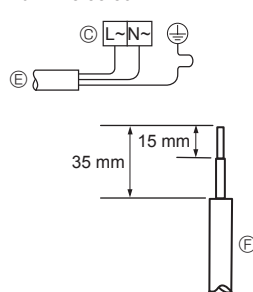
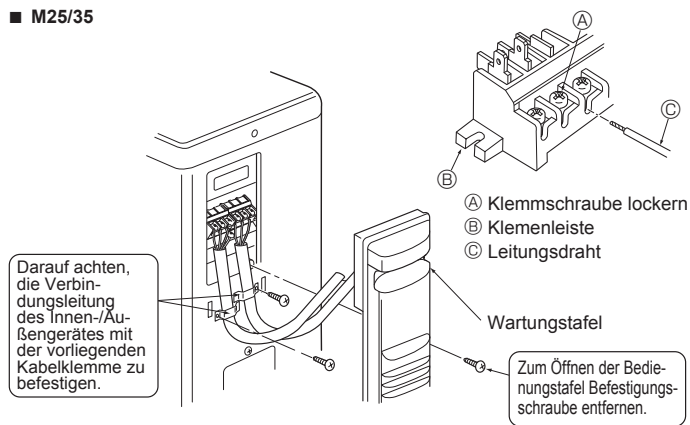
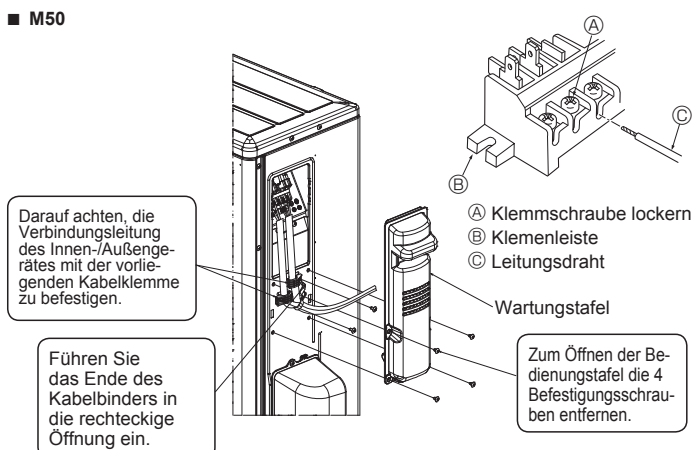
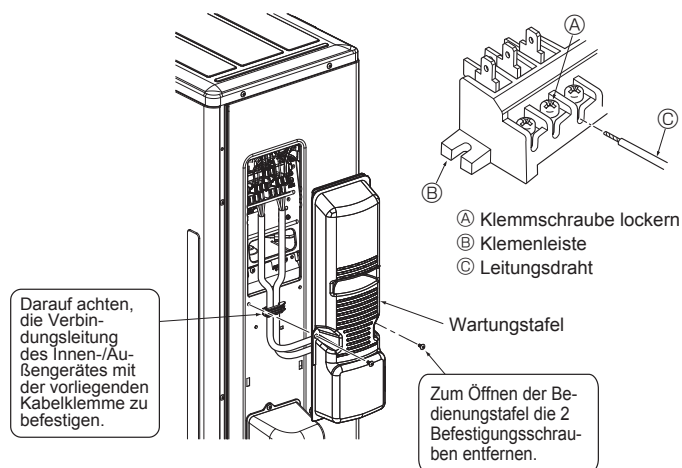

Fig. 6-2
Fig. 6-3
Fig. 6-4
Fig. 6-5
6.1. Außeneinheit (Fig. 6-1, Fig. 6-2, Fig. 6-3, Fig. 6-4, Fig. 6-5)
- ① Die Wartungstafel entfernen.
- Verdrahtung wie in der Abbildung links unten dargestellt vornehmen. (Kabel ist vor Ort zu beschaffen) (Fig. 6-2)
- (A) Anschlußkabel
- (B) Innenanlage-Klemmenleiste
- (C) Außenanlage-Klemmenleiste
- (D) Achten Sie darauf, daß das Erdungskabel länger ist als die anderen, spannungsführenden Kabel.
- (E) Netz Kabel für die Stromversorgung
- (F) Leitungsdraht